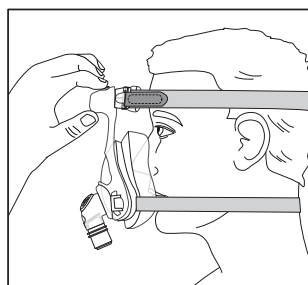

Figure 5
4. **Bouton d'ajustement frontal** - Appuyez et maintenez ce bouton enfoncé pour rapprocher/éloigner la structure de votre visage en la glissant (figure 5). Cela augmente ou diminue la pression sur votre nez et votre menton.